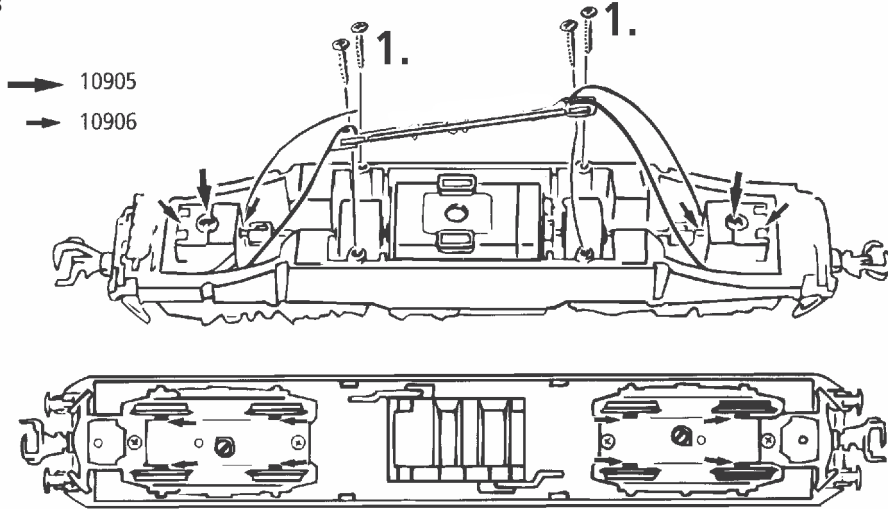

Fig. 10
**Schleiferwechsel:** siehe Fig. 10
**A.C. pick up:** see fig. 10
**Remplacement courant alternatif:** voir fig. 10